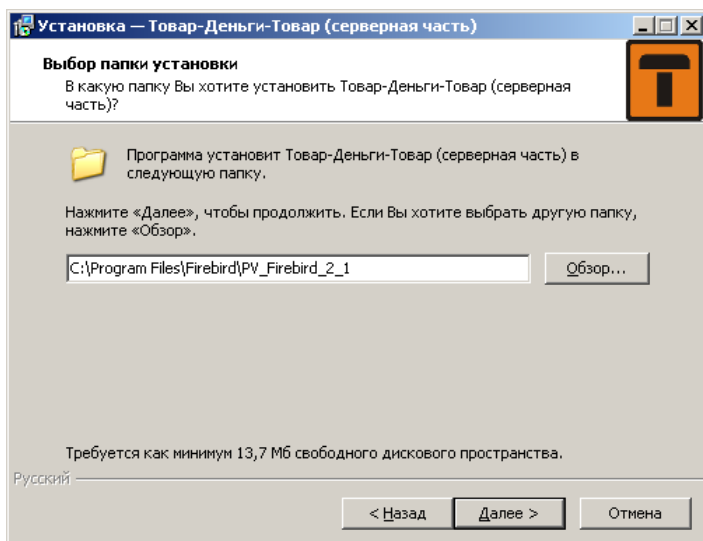

Рис. 2. Мастер установки серверной части программы
1. Установите серверную часть программы на компьютер, на котором будет находиться база данных. Серверная часть состоит из SQL сервера Firebird и пустой базы данных. Для установки запустите файл `tdtbase.exe` и следуйте инструкциям открывшегося окна «Мастер установки» (рис. 2).